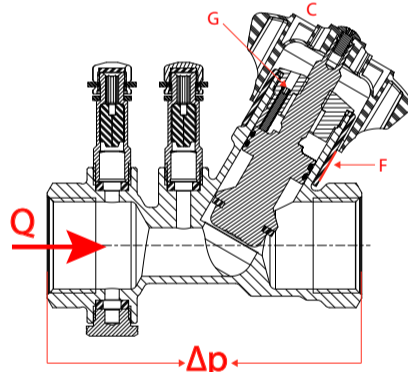

Fig. 2
Le valvole R206B sono dotate di un meccanismo di memoria meccanica dell'apertura (prerogolazione). Questo meccanismo opera limitando la corsa della manopola (rif.C - fig.2) tramite una vite di bloccaggio (rif.G - fig.2). La prerogolazione si effettua nel seguente modo:
- Effettuare la regolazione della valvola R206B tramite la manopola (rif.C - fig.2), sulla scala di regolazione (rif.F - fig.1);
- Avvitare in senso orario fino a battuta la vite di bloccaggio della prerogolazione (rif.G - fig.2) utilizzando una chiave a brugola da 1,5 mm per le versioni da 1/2", 3/4", 1", 1-1/4" o da 2 mm per le versioni da 1-1/2", 2".
R206B valves are equipped with a mechanism of mechanical memory of the opening (pre-regulation). This mechanism works by limiting the handle stroke (ref.C - fig.2) through a locking screw (ref.G - fig.2).
- Make the regulation of the R206B valve by means of the handle (ref.C-fig.2), on the regulation scale (ref.F - fig.1);
- Screw clockwise until it stops the locking screw of the pre-regulation (ref.G-fig.2) by using an Allen key of 1,5 mm for versions 1/2", 3/4", 1", 1-1/4" or 2 mm for versions 1-1/2", 2".